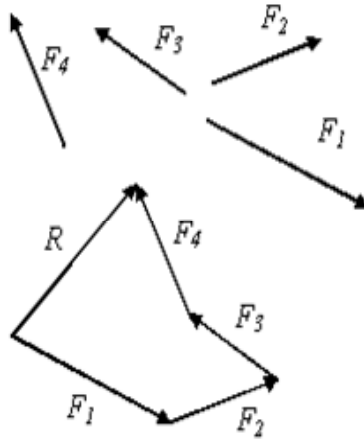

Рис. 2
4. Векторное сложение сил $\vec{F}_1, \vec{F}_2, \dots, \vec{F}_N$, осуществленное последовательным переносом их на новый рисунок, с последовательным совмещением начала последующего вектора с концом (со стрелкой) предыдущего вектора. Вектор, соединяющий начало первого вектора и последнего вектора, является равнодействующей системы сил (рис. 2).